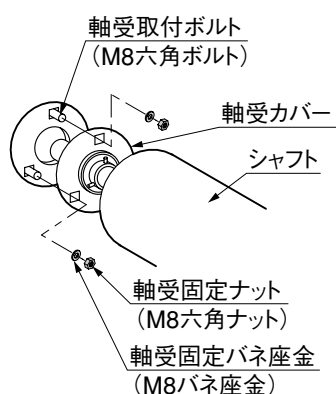

図2-4
- ③ ブラケットに溶接している「軸受取付ボルト」に軸受カバーを取付けて、「軸受固定バネ座金」と「軸受固定ナット」を仮止めしてください。(図2-4参照)
- ⑤ 「軸受固定ナット」を締付けて、軸受けを固定してください。(図2-4参照)